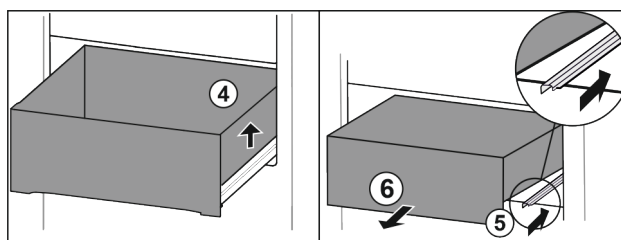

Fig. 69
- ▶ Løft skuffen i højre side. Fig. 69 (4)
- ▶ Skub den højre skinne ind. Fig. 69 (5)
- ▶ Tag skuffen ud fremefter. Fig. 69 (6)